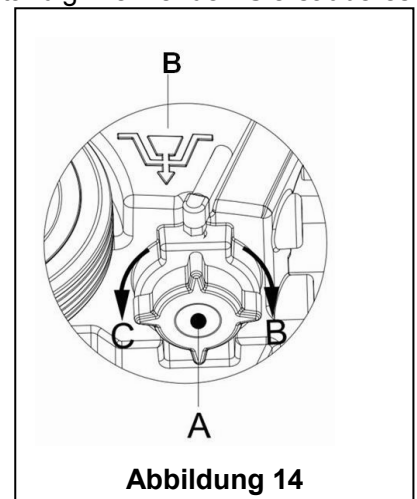

Abbildung 14
7. Wie in Abbildung 14 dargestellt, öffnen Sie den Deckel des Frischwassertanks (A) im Gegenuhrzeigersinn, und entleeren den Frischwassertank vollständig. Verwenden Sie sauberes Wasser, um das Innere des Frischwassertanks zu reinigen. Wenn der Arbeitsgang abgeschlossen ist, drehen Sie den Deckel des Frischwassertanks (A) fest im Uhrzeigersinn in Richtung B.